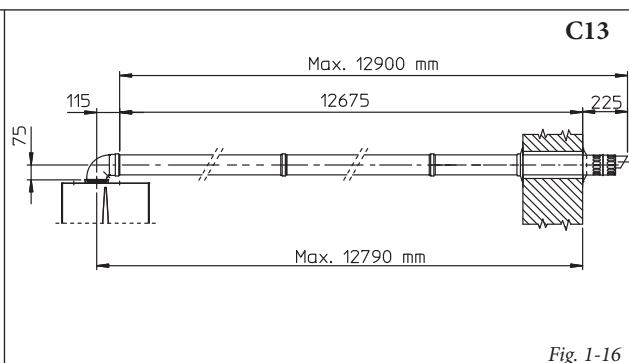

Fig. 1-16
- Prolunghe per kit orizzontale (Fig. 1-16). Il kit orizzontale di aspirazione-scarico Ø 60/100